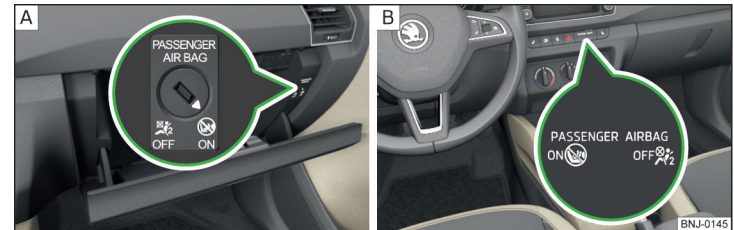

Abb. 11 **Schlüsselschalter für Beifahrer-Frontairbag / Kontrollleuchte für Beifahrer-Frontairbag**
Der Beifahrer-Frontairbag kann mit dem Schlüsselschalter abgeschaltet werden » Abb. 11 auf Seite 19 - A.
Stellungen des Schlüsselschalters » Abb. 11 - A
- › Mit dem Schlüssel den Schlitz des Schlüsselschalters » Abb. 11 -  vorsichtig in die Position **OFF** drehen.
- › Prüfen, ob nach dem Einschalten der Zündung die Kontrollleuchte **OFF** unter dem Schriftzug **PASSENGER AIRBAG** » Abb. 11 -  leuchtet.
- › Mit dem Schlüssel den Schlitz des Schlüsselschalters » Abb. 11 -  vorsichtig in die Position **ON** drehen.
- › Prüfen, ob nach dem Einschalten der Zündung die Kontrollleuchte **ON** unter dem Schriftzug **PASSENGER AIRBAG** » Abb. 11 -  leuchtet.